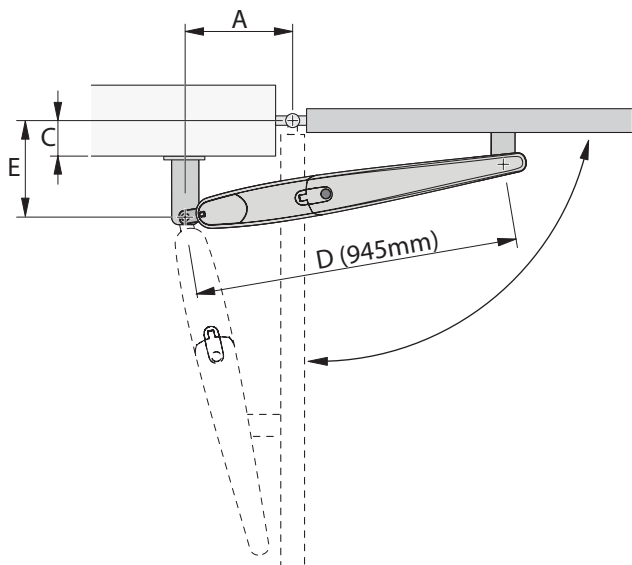

Fig. 2
**01.** Medir el valor «E», luego trazar una recta horizontal en el gráfico a la altura del valor medido. Elegir un punto en la recta antes trazada, considerando el ángulo de apertura deseado adecuado a la columna. Trazar una recta vertical comenzando desde el punto identificado y obtener el valor de **A**. Para continuar la instalación, comprobar que el valor de **A** permita fijar el soporte trasero, de lo contrario elegir otro punto en el gráfico. Por último, fijar el soporte en la hoja y llevar el pistón al límite de la carrera (**véase Fig. 2**).
01. El soporte delantero se debe fijar a la hoja de la cancela respetando la cota D (fig. 2).